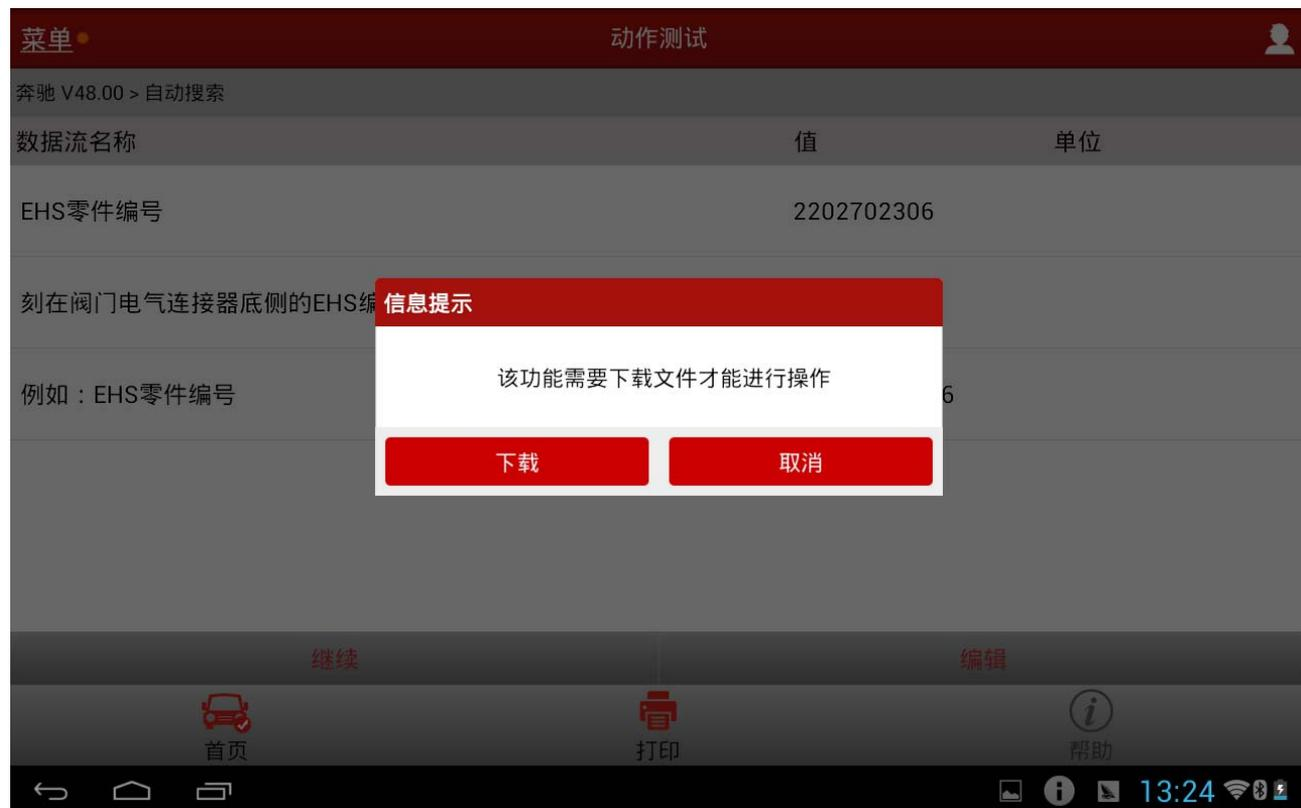

图 4
- 3). 确认零件信息后, 点击“继续”, 设备提示控制模块编程执行的条件。需保证车辆电瓶电压不低于 12V 且设备电量充足, 条件满足后, 开始从网络下载对应的编程配置文件, 此时需要保持网络畅通。(如图 4)